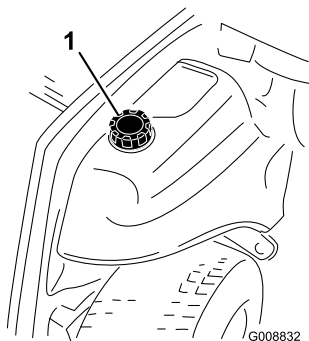

Bild 21
3. Schrauben Sie den Tankdeckel ab (Bild 21).